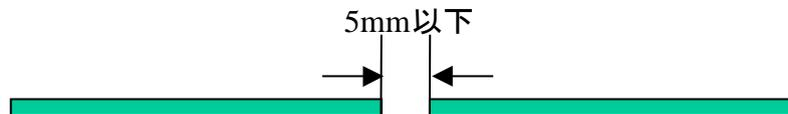

図2-14 磁気ガイド間の前後の隙間
- (3) 前後進用の磁気ガイドの設置時には、磁気ガイド間の前後方向の隙間(図 2-14 参照)は 5mm 以内にしてください。